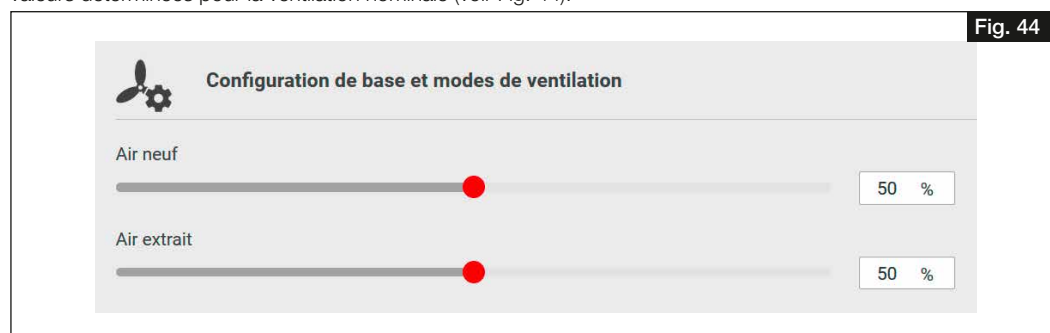

Fig. 44
5. Sous „Réglage du ventilateur“, entrer les performances du ventilateur pour l'air soufflé et extrait en fonction des valeurs déterminées pour la ventilation nominale (voir Fig. 44).